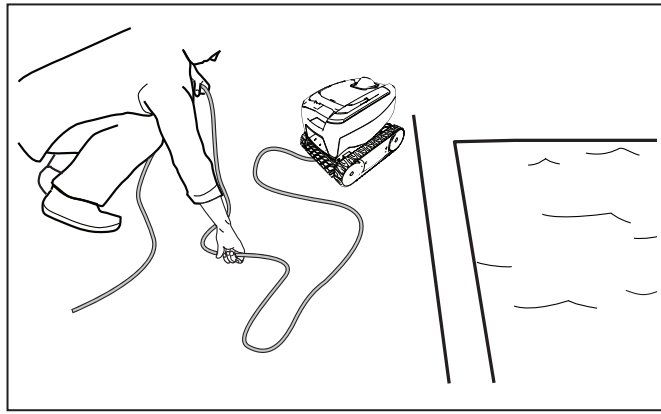

Figure 14. Desenredar el cable flotante
2. A partir del cabezal del limpiador, elimine los enrollados y las torceduras del cable flotante (Figure 14). Tienda el cable al sol para que pierda marcas de enredos y torceduras.